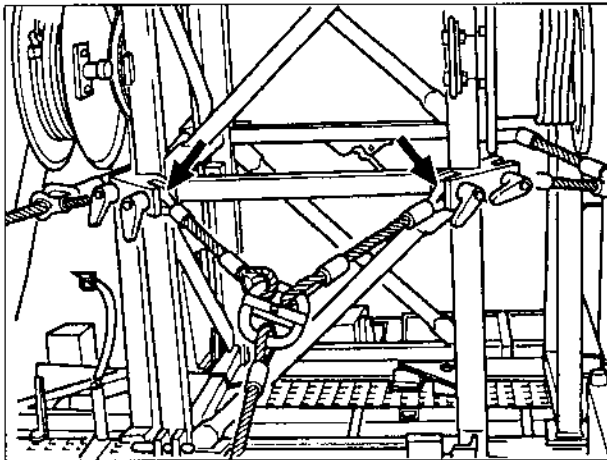

Bild 79
8. Beide Enden des Spannseils in die Halterungen am Mastteil I einsetzen und sichern (Bild 79/Pfeile).